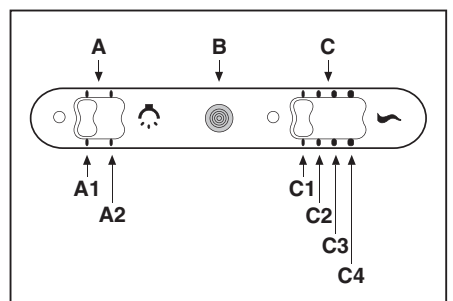

Fig.7
• **Comandi Slider (Fig.7)** la simbologia è di seguito riportata: